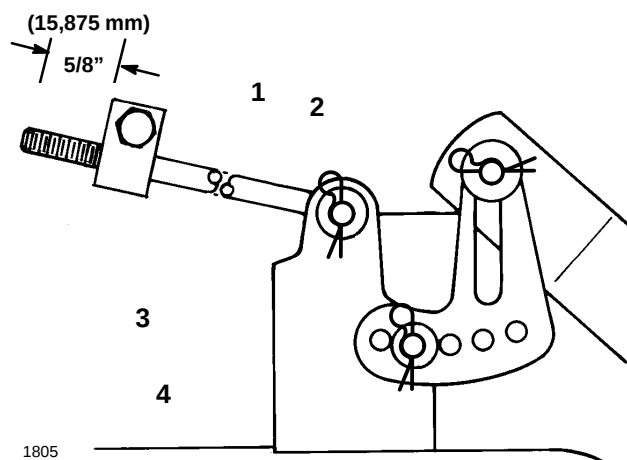

Abbildung 51
3. Die Länge des Stangenstücks messen, das vorne aus dem Justierblock an den Seiten des Fahrgestells ragt (Abb. 51). Wenn die Stangenlänge nicht $5/8"$ (15,8 mm) beträgt, Haarnadelsplint und Unterlegscheibe vom Ende der Stange entfernen (Abb. 51) und die Stange drehen, bis der Wert von $5/8"$ (15,875 mm) erreicht ist. Dann das Ende der Stange in der Öffnung in der Mähwerkhalterung anbringen und mit Unterlegscheibe und Haarnadelsplint befestigen. Den Vorgang an der gegenüberliegenden Seite wiederholen.